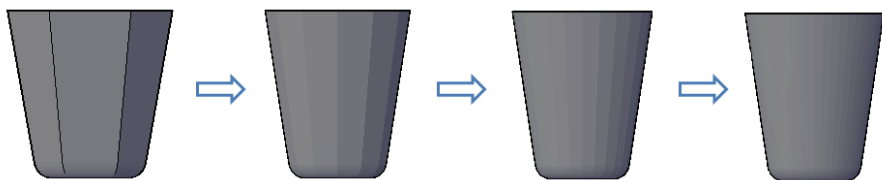

图 13-12 3次提高平滑度的效果变化
❷ 在功能区中切换回“网格”选项卡，在“网格”选项卡中单击“提高平滑度”按钮，在图形窗口中单击杯子网格作为要提高平滑度的网格对象，按〈Enter〉键，再两次执行相同的提高平滑度的操作，杯子外观效果变化如图 13-12 所示（其中最左侧的效果为原始外观效果）。